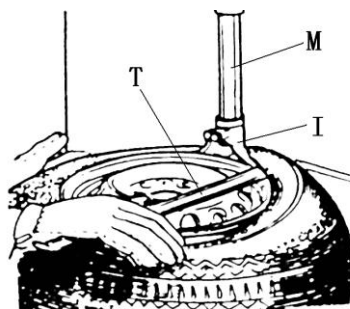

Рис. 6
Опустите вертикальную направляющую (M), чтобы монтажная головка (I) оказалась над ободом колеса. Зафиксируйте вертикальную направляющую в этом положении с помощью рукоятки блокировки (K). Монтажная головка автоматически поднимается над закраиной обода на 2-3 мм. Вставьте монтажную лопатку (T) между бортом шины и передней частью монтажной головки (I), подцепите борт шины на монтажную головку, как показано на рис. 6. Удерживая монтажную лопатку (T), как показано на рис.6, поверните стол по часовой стрелке нажатием на педаль (Z). Закончите операцию после полного отделения борта шины. Повторите эту операцию для другой части покрышки.